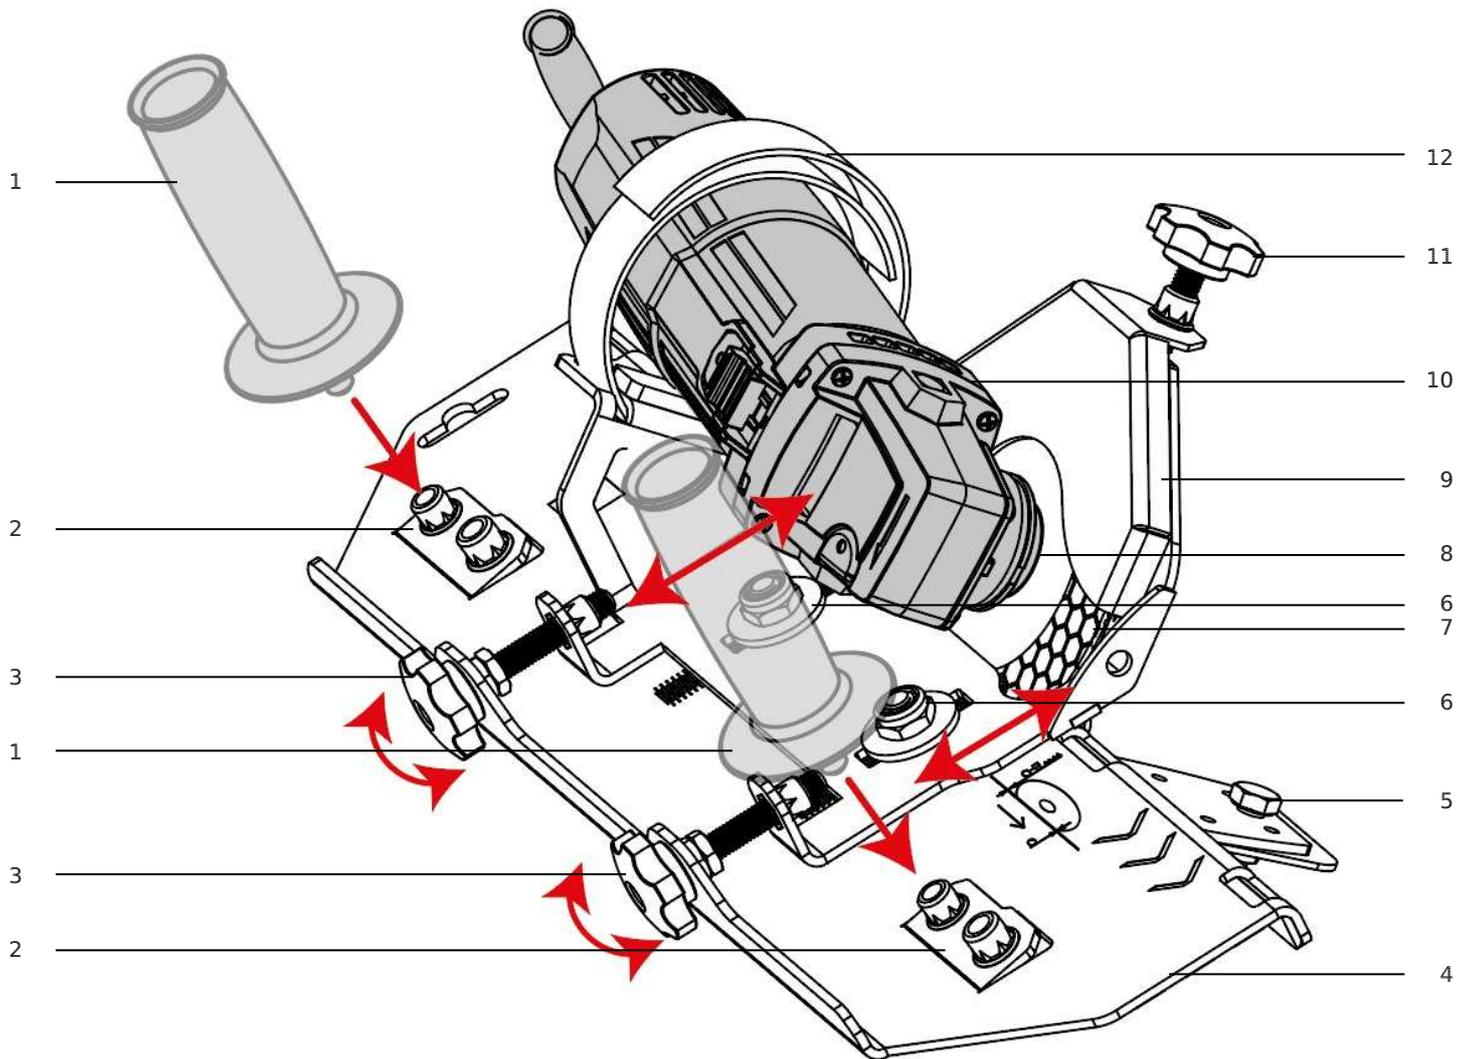

Figure 1
1. Visser l'arbre de la meuleuse d'angle (10 fig.1) sur le moyeu porte disque (1 fig.1) du gabarit de coupe en onglet.
Bien vérifier le sens de rotation du disque diamant (7 fig.1) par rapport à la gravure laser du châssis (4 fig.1) du gabarit de coupe en onglet.
2. Serrer à l'arrière du moyeu porte disque (1 fig.1) à l'aide de la clé hexagonale de 8mm tout en appuyant sur le système de blocage d'axe de la meuleuse d'angle (10 fig.1).
3. Fixer le corps de la meuleuse d'angle (10 fig.1) sur le support en mousse à l'aide de la sangle auto-agrippante (12 fig.1).
4. Ajuster la position du disque diamant (7 fig.1) à l'aide des 2 molettes de réglage (3 fig.1) et de l'échelle graduée gravée sur le gabarit de coupe en onglet pour régler l'épaisseur de l'arête du biseau souhaité. Serrer les 2 écrous (6 fig.1) à l'aide de la clé multifonctionnelle.
5. Ajuster la position du guide inférieur en fonction de l'épaisseur du carreau avec les 2 boulons de 13mm (5 fig.1). Serrer à l'aide de la clé multifonctionnelle.
6. Régler la buse d'aspiration pour éviter le frottement du disque diamant (7 fig.1) avec les 2 vis de 8mm à l'aide de la clé multifonctionnelle.
7. Raccorder l'aspirateur à la buse d'aspiration et installer la poignée de la meuleuse d'angle (1 fig.1) à l'avant du gabarit de coupe en onglet (2 fig.1).
8. Poser l'avant du gabarit de coupe en onglet sur le bord du carreau en s'assurant que le disque diamant (7 fig.1) ne soit pas au contact du matériau.
9. Mettre en fonctionnement la meuleuse d'angle (10 fig.1) ainsi que l'aspirateur et commencer à avancer sur le bord du carreau tout en gardant bien appliqué le gabarit de coupe en onglet sur celui-ci.
10. A la fin de la coupe, bien faire dépasser le disque diamant (7 fig.1) du bord du carreau pour avoir une fin de coupe parfaite.
3. Fixer le corps de la meuleuse d'angle (10 fig.1) sur le support en mousse à l'aide de la sangle auto-agrippant (12 fig.1).
5. Régler la buse d'aspiration pour éviter le frottement du disque diamant (7 fig.1) avec les 2 vis de 8mm à l'aide de la clé multifonctionnelle.
6. Retourner le gabarit de coupe en onglet et utiliser les 2 boulons de 13mm (5 fig.1) du guide inférieur pour se fixer mécaniquement sur une table.
7. Régler le guide inférieur en fonction de l'épaisseur du carreau à travaillé. Serrer les 2 boulons de 13mm (5 fig.1) avec la clé multifonctionnelle.
10. Mettre en fonctionnement la meuleuse d'angle (10 fig.1) ainsi que l'aspirateur.
12. Bien guider le carreau en butée vers le disque diamant (7 fig.1).
13. A la fin de la coupe, bien faire dépasser le disque diamant (7 fig.1) à l'arrière du carreau pour avoir une fin de coupe parfaite.